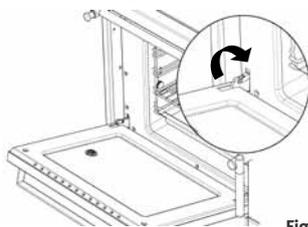

Fig. 40
- Aprire lo sportello del forno completamente, chiudere le clip della cerniera dello sportello e chiudere lo sportello del forno (fig. 40).